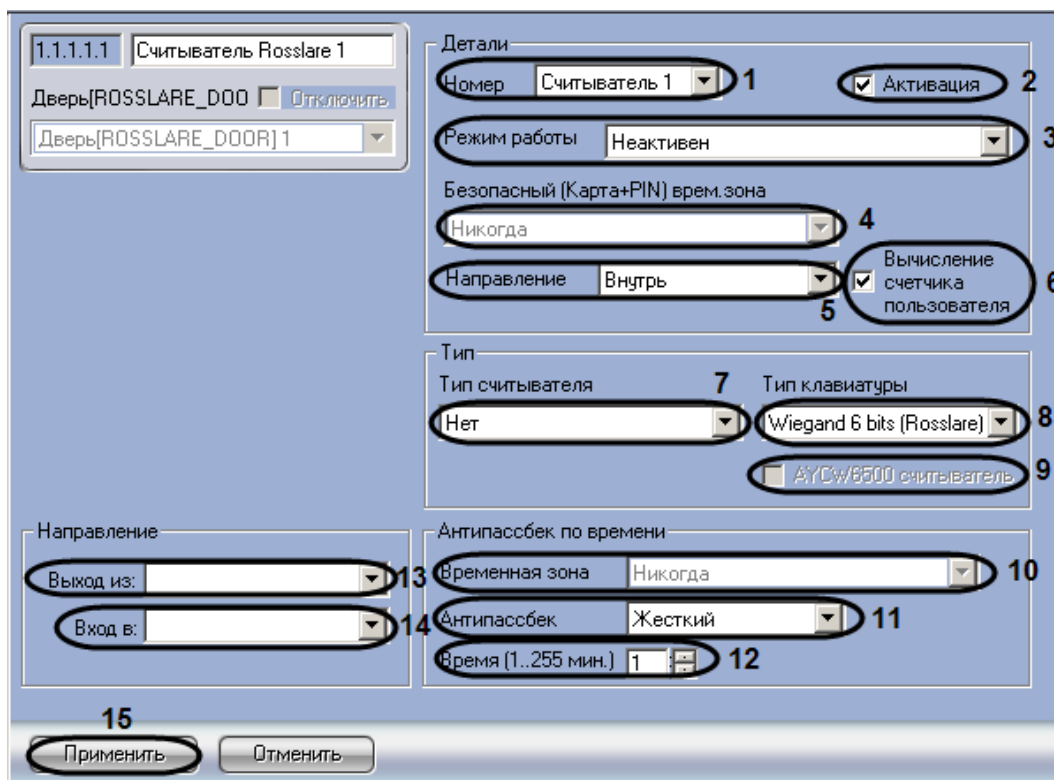

Рис. 3.5—8 Панель настроек объекта Считыватель
2. Из раскрывающегося списка **Номер** выбрать соответствующий считыватель (см. Рис. 3.5—8, 1).
3. Для активации считывателя необходимо установить флажок **Активация** (см. Рис. 3.5—8, 2).